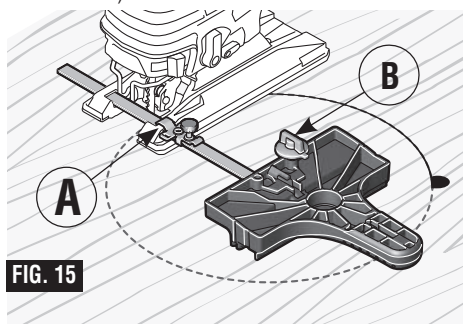

FIG. 15
4. Insérez la barre du guide à travers une bride de fixation, puis à travers les trous pratiqués dans le pied, depuis n'importe quel côté du pied, (Fig. 15). (Si possible, placez la deuxième bride de fixation sur la barre depuis le côté opposé de la scie sauteuse.)